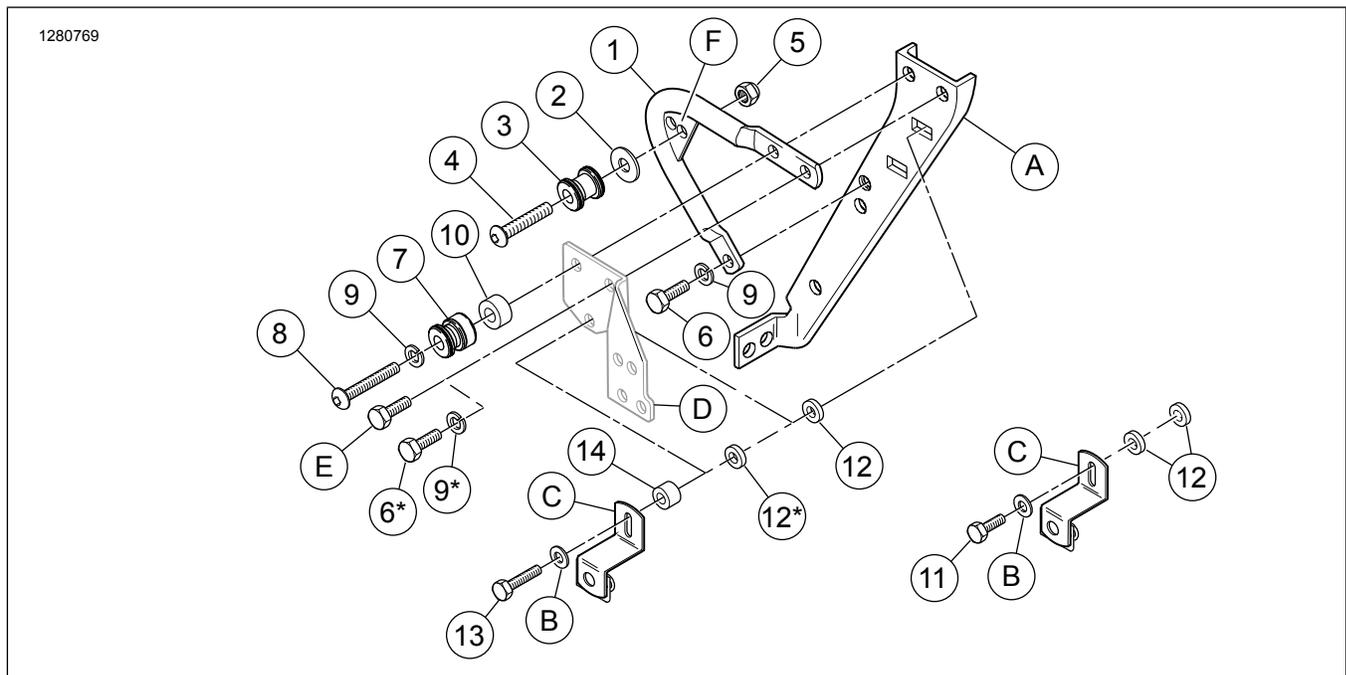

Figura 1. Kontenut tal-Kit: Kitt tad-Docking ta' Wara
Figura 1 turi l-postijiet tal-punt tad-docking għall-Kitt tad-Docking ta' Quddiem (53803-06) u l-Kitt tad-Docking ta' Wara (53804-06).
3. Ara Figura 1 . Neħhi l- OE qafliet fiż-żewġ toqob ta' fuq tal-brekit ta' appoġġ tas-saddlebag (A) fuq naħa waħda tal-vettura. Il-qafliet tal-istokk jidhlu fl-iskorfini tal-issaldjar fil-brekit ta' appoġġ.
4. Neħhi l-brekit għall-immuntar tas-saddlebag (C). Żomm il-brekit u l-washer ċatt (B) għall-installazzjoni tal-kitt.
Ara Figura 1 . Il-brekit tal-immuntar tal-punt tad-docking ta' wara (1) huma speċifiċi skont il-ġenb. L-uċuħ ta' l-immuntar f'kull tarf tat-tubu huma offset lejn l-madgard.
4. Jekk meħtieġ, aġġusta l-brekit tal-immuntar (1) għal wiśa' xierqa billi b'gentilezza tagħfas jew tiftaħ il-brekit sakemm ikun hemm allinjament mal-aċċessorju.
5. Ara Figura 1 . Installa l- brekit tal-immuntar OE tas-saddlebag immuntar kif deskritt fis-sezzjoni li jmiss.